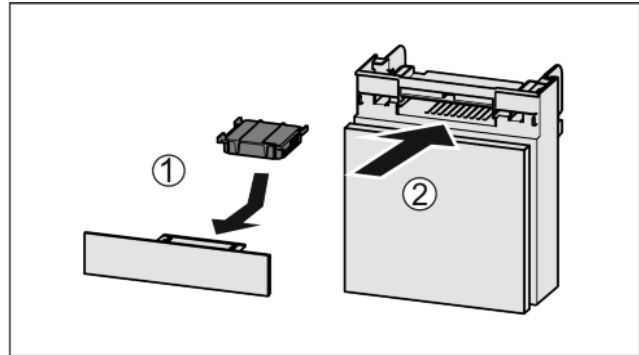

Fig. 36
- ▶ Поставете Fig. 36 (1) филтъра с активен въглен, както е показано на фигурата.
- ▶ Вкарайте Fig. 36 (2) отделениято.